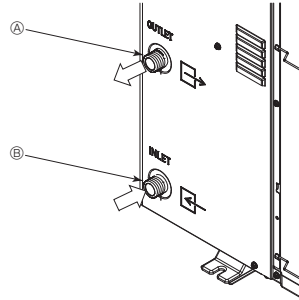

Fig. 6-1
6.1. Vízcsőcsatlakozás (Fig. 6-1)
- A bemeneti és kimeneti csövek pozíciója a Fig. 6-1 ábrán látható.
[Fig. 6-1]